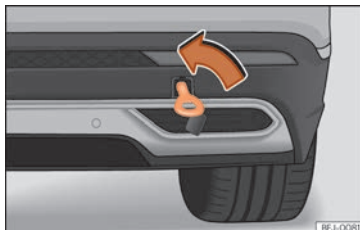

Fig. 48 No lado direito do para-choques traseiro: argola de reboque enroscada.
- Enrosque a argola de reboque no alojamento girando-a ao máximo **no sentido contrário ao dos ponteiros do relógio** »» » **Fig. 48** »» » ❶. Utilize um objeto adequado com o qual possa enroscar completa e firmemente a argola de reboque no seu alojamento.